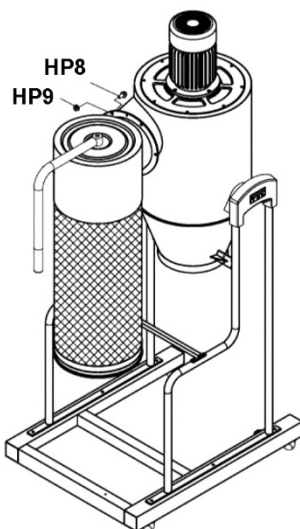

Abbildung 9
10. Die Dichtung (W) zwischen Topffilter und Gehäuse einpassen. Den Topffilter auf dem Hauptgehäuse anbringen und die Flanschkopfschrauben (HP8) und die Muttern (HP9) festziehen. Siehe Abbildung 9.